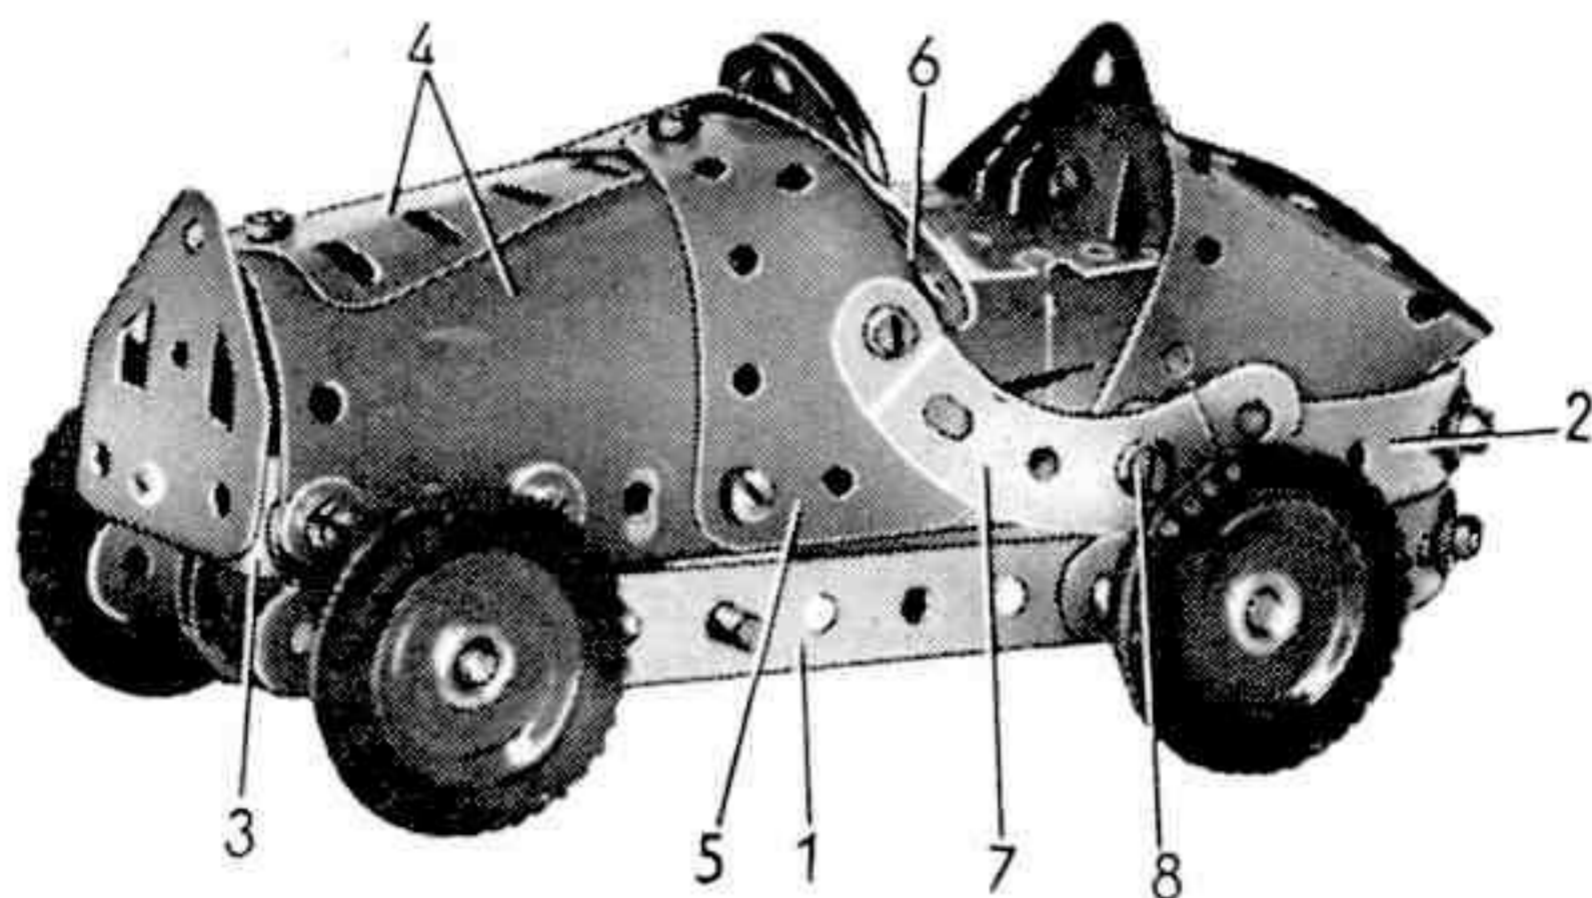

Fig. 1
Le radiateur est une embase triangulée plate boulonnée à l'avant sur la bande coudée (3). Le capot est formé de deux plaques flexibles de 6 × 6 cm. (4) boulonnées chacune sur une des bandes (1) supérieures. Les plaques sont incurvées et réunies sur le dessus du capot comme le montre la figure 1. Deux plaques flexibles triangulaires de 6 × 4 cm. (5) sont également fixées sur les bandes (1) et réunies par leurs pointes. Le boulon qui les assemble tient également une équerre qui porte le tableau de bord et le volant. Ce dernier est une poulie folle de 25 mm. passée sur un boulon de 9,5mm.